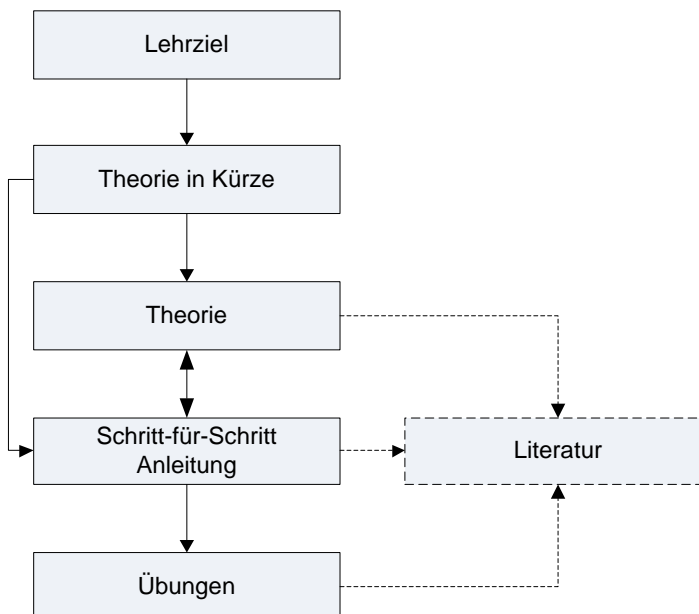

Abbildung 1: Aufbau der Kapitel
Alle Kapitel des Moduls folgen dem gleichen grundsätzlichen Aufbau (**Abbildung 1**). Nach der Vorstellung des **Lernziels** wird zunächst die dem Lernziel zugrunde liegende **Theorie in Kürze** beschrieben. Anschließend werden verschiedene Aspekte der **Theorie** vertiefend ausgeführt. Eine Literaturübersicht gibt Hinweise zur ggf. eigenständigen Vertiefung des Stoffes. Eine **Schritt-für-Schritt-Anleitung** ermöglicht dem Leser die Theorie an der Engineering Station (ES) des Prozessleitsystems PCS 7 sofort in die Praxis umzusetzen. Den Abschluss eines jeden Kapitels bilden **Übungen** zur Vertiefung des Stoffes des jeweiligen Kapitels.